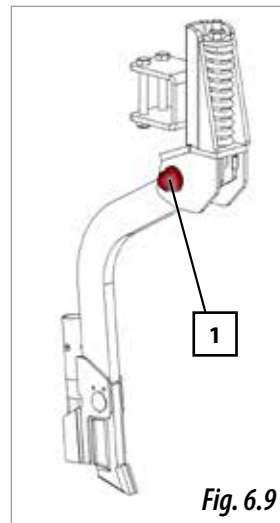

Fig. 6.9
- **BRAZOS DE SIEMBRA FIJOS** (Fig. 6.9)
La sujeción del brazo al soporte se efectúa mediante un tornillo estampado especial SOLÀ (1, Fig. 6.9) provisto de tuerca autobloqueante. Actuando sobre dicha tuerca se controla la holgura lateral.